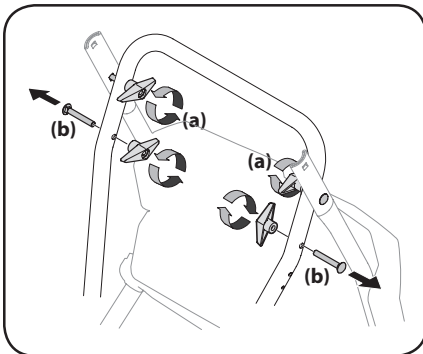
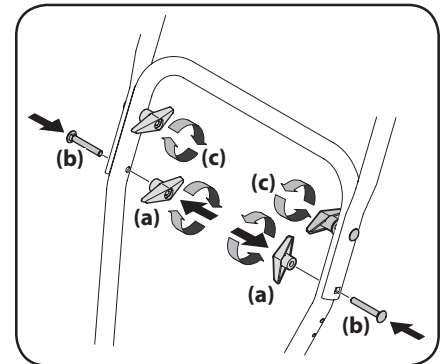

Figura 2-3
Figura 2-7
2. Afloje las dos tuercas de seguridad superiores (a) que sujetan la manija superior e inferior y extraiga los dos pernos de carro (b) de la manija inferior y deje a un costado como se muestra en la Figura 2-3.
3. En determinadas unidades, afloje las tuercas de mariposa superiores (a) que sujetan la manija superior e inferior y extraiga los dos pernos de carro (b) de la manija inferior y deje a un costado como se muestra en la Figura 2-3.
8. En las unidades que tienen la manija instalada como se muestra en la Figura 2-3, coloque los dos tornillos de carro (b) y las tuercas de mariposa (a) que extrajo en el Paso 3. Termine de sujetar la manija, para lo que debe ajustar las tuercas de mariposa superiores (a) que aflojó en el Paso 3. Consulte Figura 2-7.